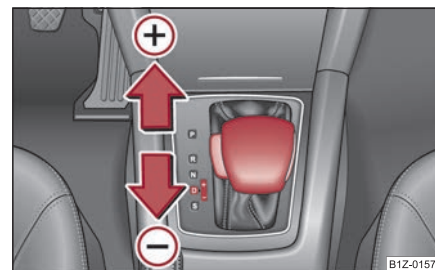

Fig. 155 Selector: selectarea manuală a vitezelor
- Apăsați scurt selectorul (în poziție tiptronic) spre față pe ➔ pagina 135, fig. 155 (+).